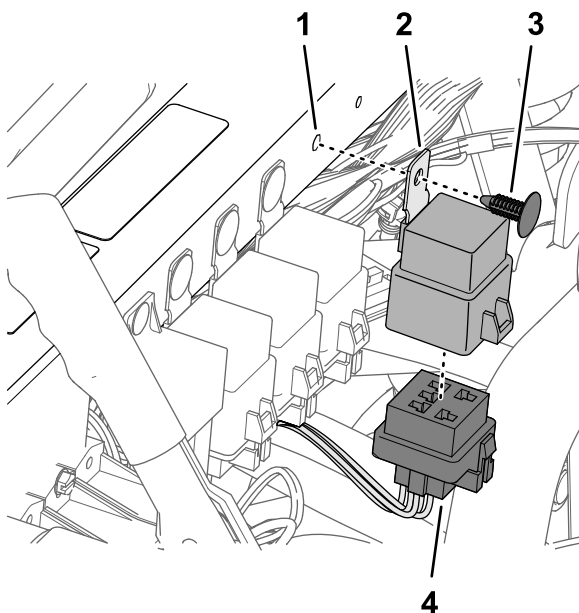

Рисунок 227
1. Подсоедините 5-штыревой разъем реле к 5-гнездовому разъему (Рисунок 227) жгута проводов опрыскивателя из комплекта с маркировкой ASC 10 ENABLE RELAY (РЕЛЕ РАЗРЕШЕНИЯ ASC 10).
2. Совместите отверстие в монтажном выступе реле с отверстием в опорной трубе амортизатора и прикрепите реле к трубе с помощью вставного держателя (Рисунок 227).